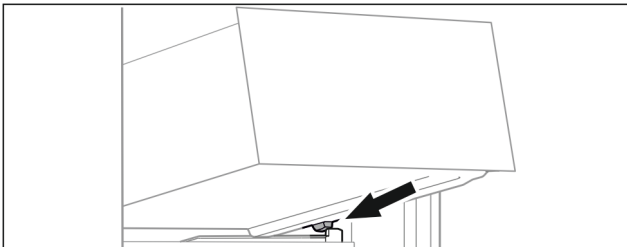

Fig. 135
- ▶ Встановити висувний ящик за стопорами на ребро для резервуару навскоси. (див. Fig. 135)